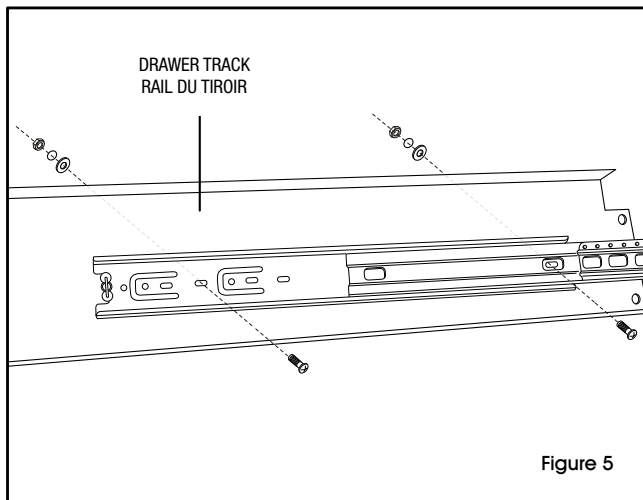

Figure 5
2. Attach drawer slides to drawer tracks using 2 small bolts, washers, lock washers and nuts. Extend drawer slide completely to attach to track. Insert center bolt first to align front bolt hole. (See Figure 5)
Fixez les glissières du tiroir aux rails en utilisant 2 petits boulons, des rondelles, des rondelles de blocage et des écrous. Allongez complètement une glissière pour la fixer au rail. Insérez le boulon du centre en premier pour aligner le trou de boulon avant. (Voir la figure 5)